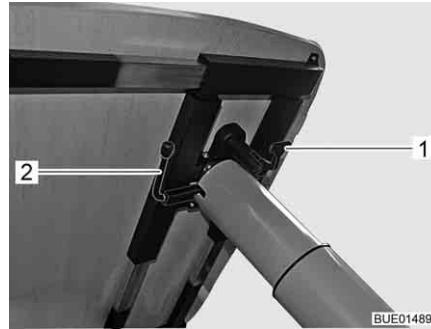

Fig. 107 Mudar a posição da mesa regulável em altura
- Dobrar para baixo a alavanca de trava (Fig. 107,1).
- Gire a alavanca (Fig. 107,2) que se encontra por baixo do tampo da mesa 180° em sentido contrário ao dos ponteiros do relógio. O mecanismo de elevação no pé da mesa é destravado.
- Gire a alavanca (Fig. 107,2) que se encontra por baixo do tampo da mesa 180° em sentido contrário ao dos ponteiros do relógio. O tampo da mesa desloca-se automaticamente para cima até ao encosto de fim de curso.